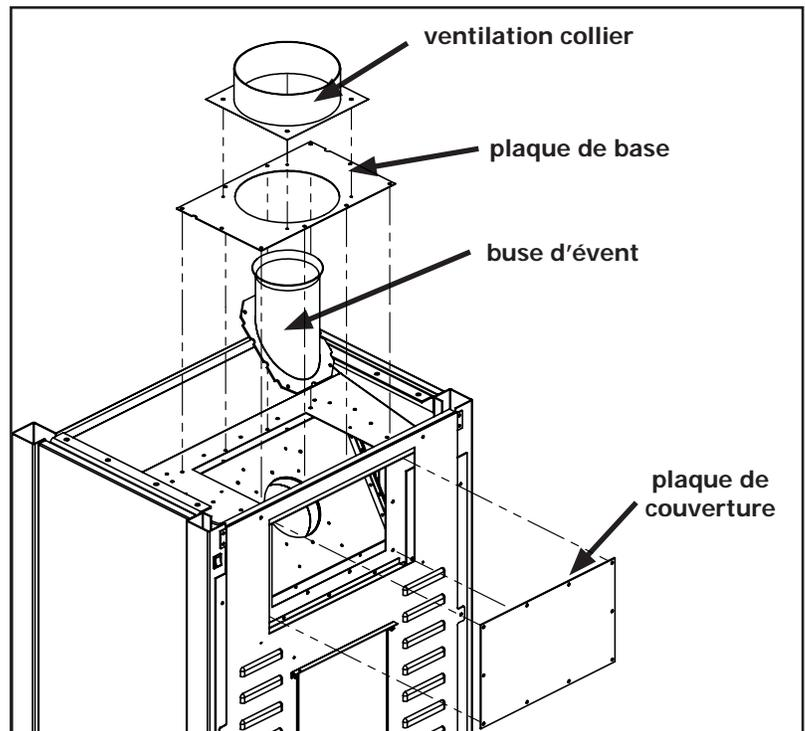

Figure 18. Conversion de ventilation - Étape 2
Étape 2: Ensuite, retirez l'évent collier, plaque de base, plaque de couverture et la buse d'évent (28 vis au total) comme le montre la Figure 18.